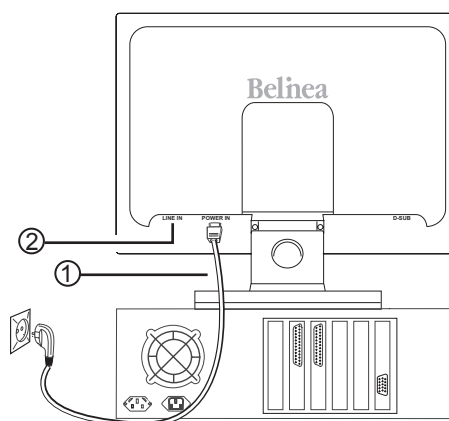

Figure 3. Raccordement du moniteur à la source d'alimentation électrique
Connectez le câble d'alimentation électrique (① à la fig. 3) au moniteur d'une part, et à une prise électrique murale avec mise à la terre d'autre part.
Si votre ordinateur est équipé d'une sortie son, connectez une extrémité du câble à l'entrée audio du moniteur (② à la fig. 3) et l'autre extrémité au connecteur de sortie audio (« Line-Out ») de l'ordinateur.